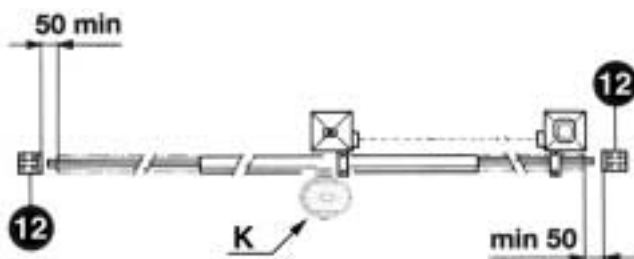

Fig. 2
È necessario che la guida abbia alle sue estremità due fermi meccanici (12) (Fig. 2).